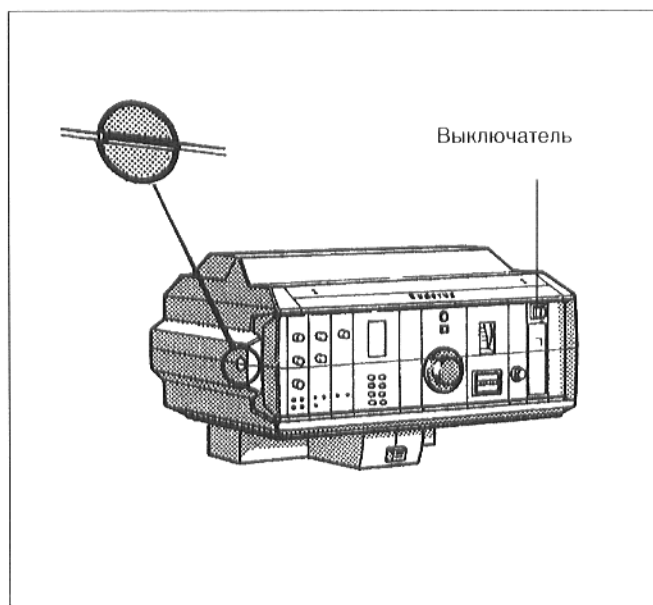

Рис. 56
- Установить шлиц винта прозрачного покрытия регулятора (рис. 56) в горизонтальное положение, например, при помощи монеты. Снять прозрачное покрытие в направлении вперед.
- Установить переключатель режима работы (рис. 56) на поз. 0 (ВЫКЛ).